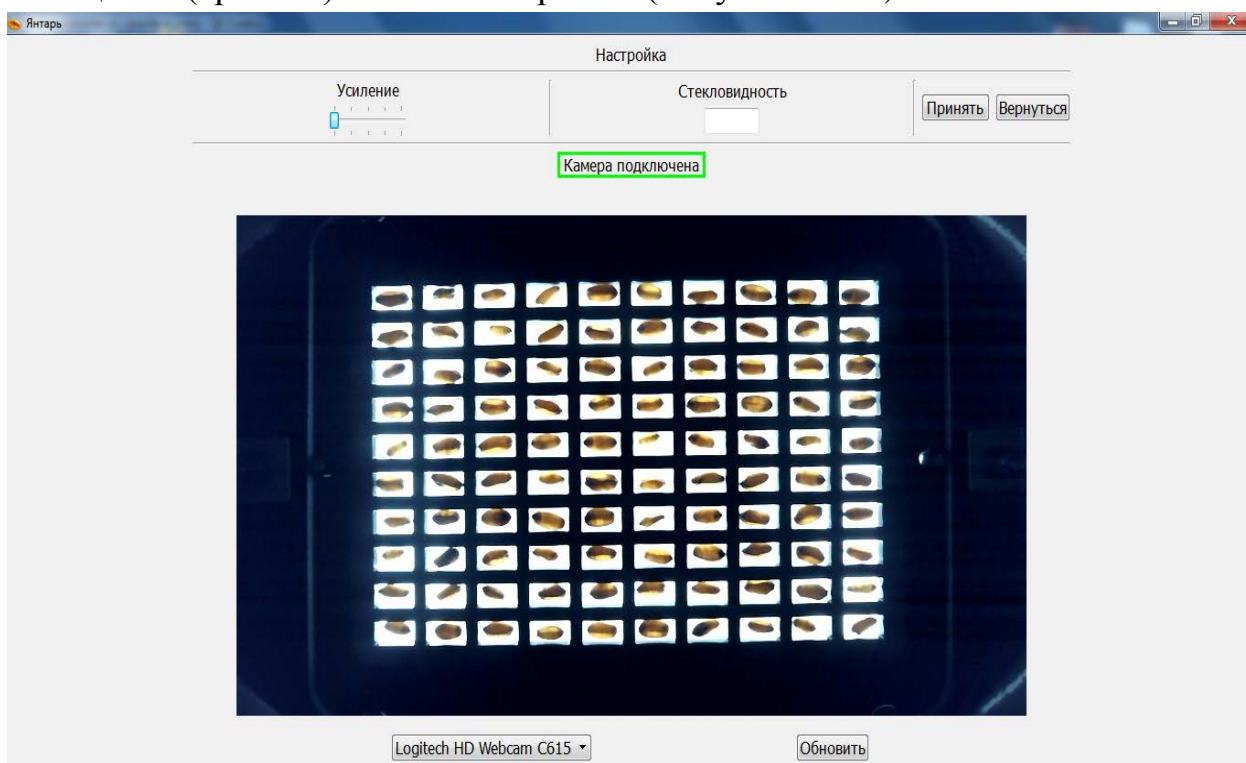

Рисунок 15.10. Настройка.
- На экране откроется окно настройки усиления интенсивности освещения (яркости) кассеты с зёрнами (Рисунок 15.10):